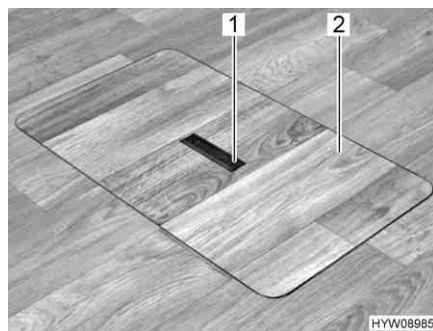
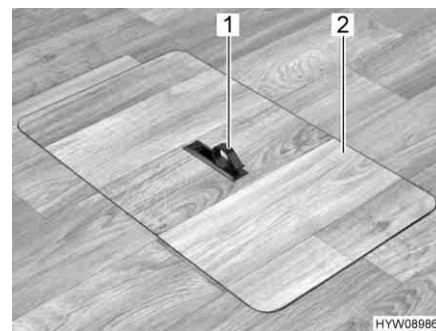

Fig. 83 Copertura vano pavimento (maniglia abbassata)
Fig. 84 Copertura vano pavimento (maniglia estratta)
- Spingere la piastra di presa (Fig. 83,1) verso il basso da un lato. La maniglia (Fig. 84,1) viene ruotata verso l'alto.
- Alzare la copertura (Fig. 84,2).
- Collocare la copertura (Fig. 84,2) nell'intelaiatura presente sul fondo.